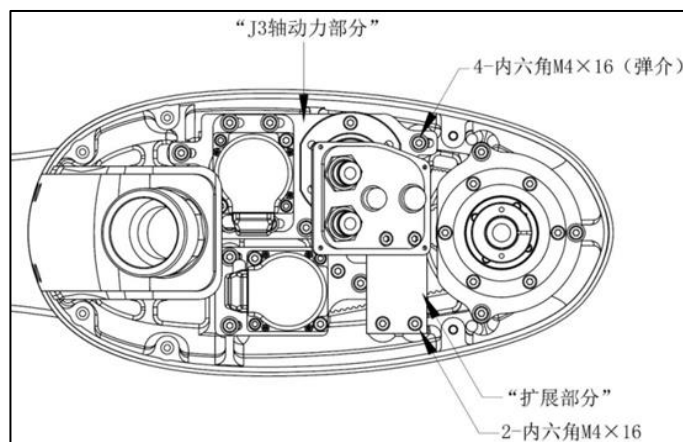

图 5.6 松螺丝示意图
- 1) 如图 5.6 所示，先松开扩展部分的固定螺丝 2-内六角 M4×16，稍微移开扩展部分。